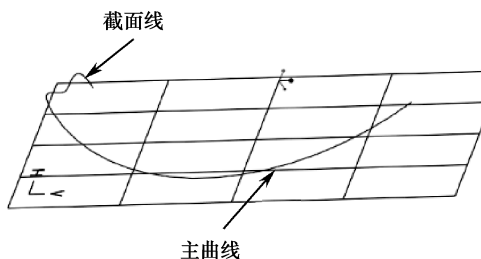
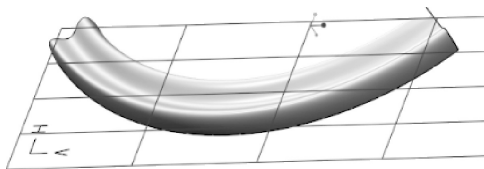

图 7-114 主曲线和横截面线
图 7-115 单截面放样造型曲面
(3) 放样造型曲面
- 单截面放样: 打开模型 7-14.prt,单击 ,弹出【曲面】操控面板,首先选择主曲线,如图 7-114 所示,单击操控面板中的【内部曲线】选项将其激活,选择【横截面线】,如图 7-115 所示,生成单截面放样曲面。